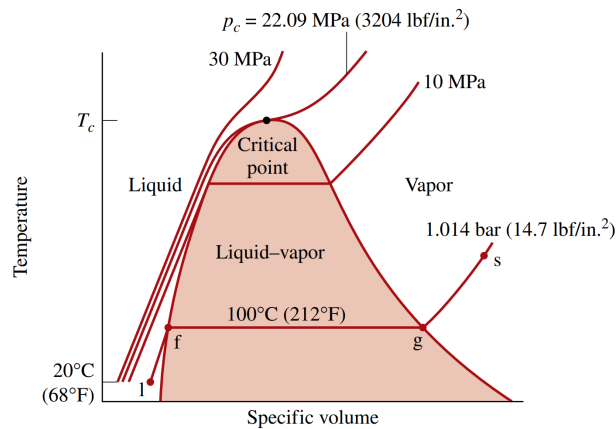

Figura 4: Diagrama  $T - v$
**Estado líquido** O sistema inicia numa fase líquida, denominada de **líquido sub-arrefecido**, **líquido comprimido**, ou apenas líquido. À medida que aumenta a temperatura, o volume específico aumenta gradualmente até atingir o ponto  $f$  da figura 4. Ao estado representado pelo ponto  $f$  chama-se **líquido saturado**.
**Mistura líquido-vapor** Após atingir o estado de líquido saturado, qualquer transferência adicional de calor leva à formação de vapor, sem qualquer alteração da temperatura. O sistema consiste numa mistura de duas fases líquido-gás. Ao continuar a transferir energia por calor, o sistema chega eventualmente ao ponto  $g$  da figura 4. A este estado chama-se **vapor saturado**.
**Estado gasoso** Assim que o sistema atinge o estado de vapor saturado, transferência adicional de energia leva ao aumento tanto da temperatura como do volume específico. Este estado corresponde ao ponto  $s$  da figura 4, e é chamado de **vapor sobre-aquecido**, ou simplesmente vapor.